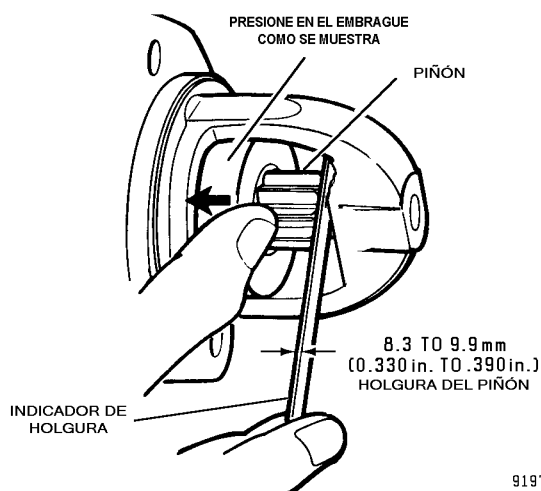

FIGURA 2-10. REVISIÓN DEL AJUSTE DEL PIÑÓN
4. La distancia entre el mando del piñón y el alojamiento debe estar entre 8,3 mm y 9,9 mm (0.330 a 0.390 in) como se muestra en la Figura 2-10.